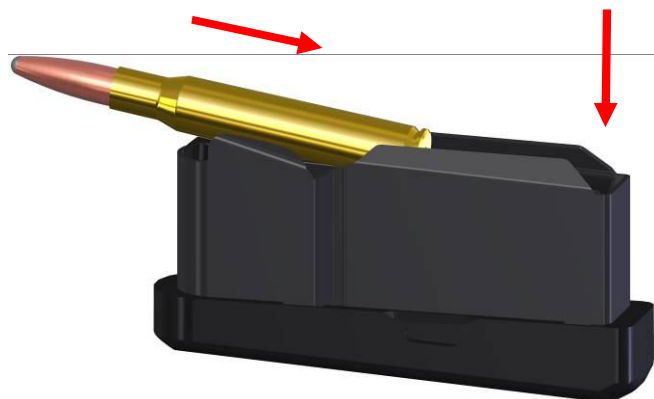

Bild 15
- Es wird empfohlen den Zubringer hinten leicht nach unten zu drücken und die Patronen von vorne unter die Magazinlippen zu schieben. (Bild 15)